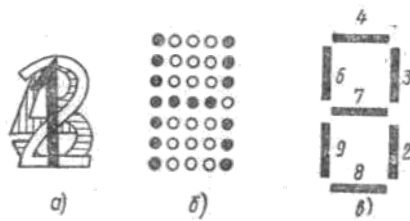

Рисунок 6.7/ Способы представления цифровой и буквенной информации
2. Матричный способ (рис. 6.7,б) основан на работе отдельных элементов матрицы, которые могут высвечиваться независимо друг от друга. Такая матрица позволяет изобразить цифры, буквы латинского и русского алфавитов, основные математические символы.